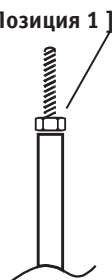

Рис. 3
2. Собрать металлические стойки, вкрутив шпильки М12х100-150, гайка М12 (рис.3).